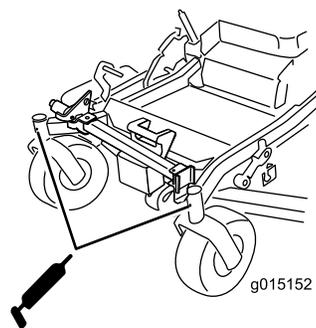

Figura 45
- Togliete l'ingrossatore Zerk dal foro. Montate il tappo esagonale e lo scodellino parapolvere (Figura 45).